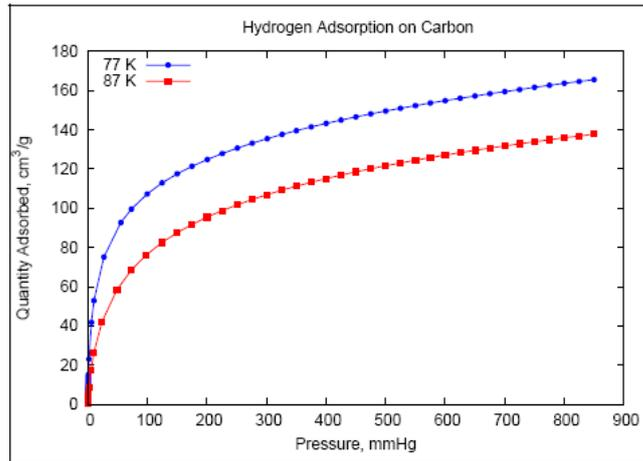

Figure 1. Example Hydrogen Adsorption Isotherm
- Tabular report** 中，选择 **Linear absolute plot**（见图 1），**Logarithmic absolute plot** 和 **Pressure composition isotherm**（见图 2）选项。